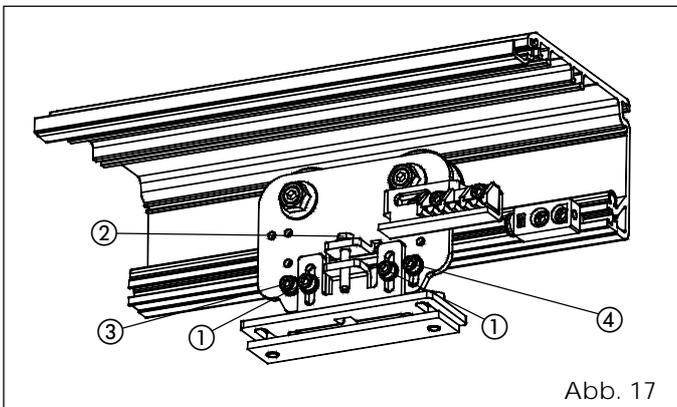

Abb. 17
- Die beiden Sechskantschrauben Abb. 17 - Bez. ① leicht aufschrauben.
- Die Schraube (Abb. 17 - Bez. ②) drehen: im Uhrzeigersinn werden die Flügel angehoben - im Gegenuhrzeigersinn werden die Flügel gesenkt.
- Die beiden Sechskantschrauben (Abb. 17 - Bez. ③ und ④) aufschrauben.
- Die Schraube aus Abb. 17 - Bez. ④ im Langloch bewegen, sodass die Kippschutzrolle während der Bewegung des Schlittens auf dem Profil fährt, ohne blockiert zu werden.